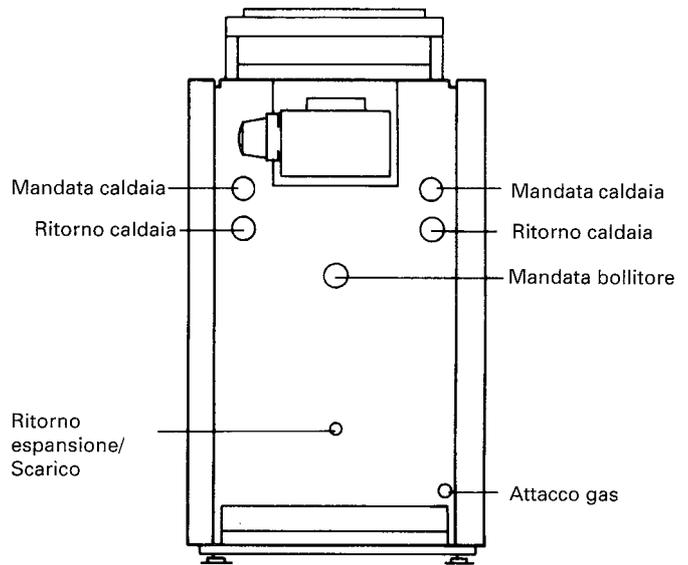

Fig. 19
2. Provvedere all'allacciamento delle tubazioni. Per la descrizione degli attacchi vedi fig. 19. (Vedi anche istruzioni di montaggio dei relativi accessori Viessmann).